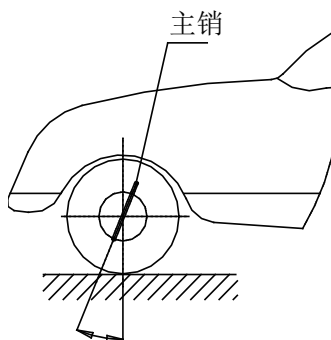

图1.4 主销后倾角示意图
- 主销后倾角(Caster)定义为由车侧看转向轴中心线与垂直线所成的夹角，向前为负，向后为正，如图1.4。主销后倾角的存在可使转向轴线与路面的交点在轮胎接地点的前方，可利用路面对轮胎的阻力让汽车保持直进，其原理就如购物推车的前轮会自动转至你施力的方向并保持直进一般。主销后倾角越大汽车的直进性越好，转向后方向盘的回复性也越好，但却会使转向变得沉重。一般汽车的主销后倾角大约在 1° ~ 4° 之间。